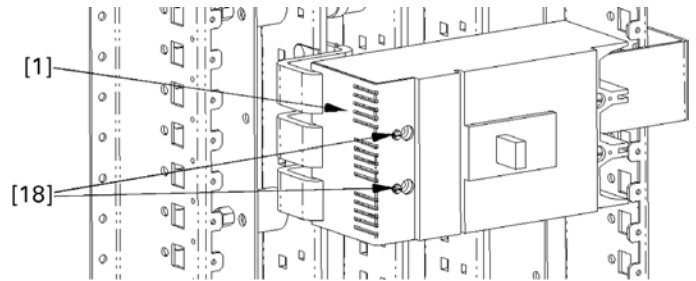

Figure 34. Installation du couvercle de terminal sur le disjoncteur.
9. Installation du couvercle de terminal. Installer le couvercle de terminal [1] au disjoncteur avec des vis autotaraudeuses [18], comme montré à la Figure 34. Un trou de dégagement de $\frac{3}{8} \times \frac{3}{8}$ " doit être percé dans le couvercle si le disjoncteur est monté comme principal avec un câble accessoire (tel que défaut de mise à la terre et de communications) quittant l'extrémité charge du disjoncteur.